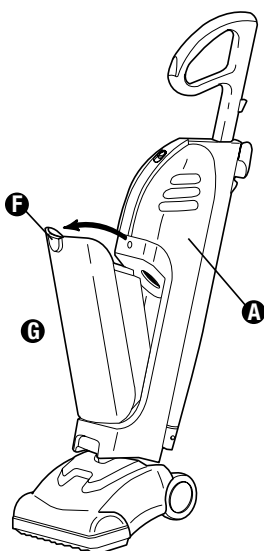

FIG. 4
Step 2: Rotate dust cup **(G)** out from body **(A)** (Fig. 4).
Paso 2: Gire el recipiente para polvo **G** para separarlo del cuerpo (Fig. 4).
2 Étape: : Faites pivoter le bac à poussière **G** pour le sortir du corps **A** (Fig. 4).